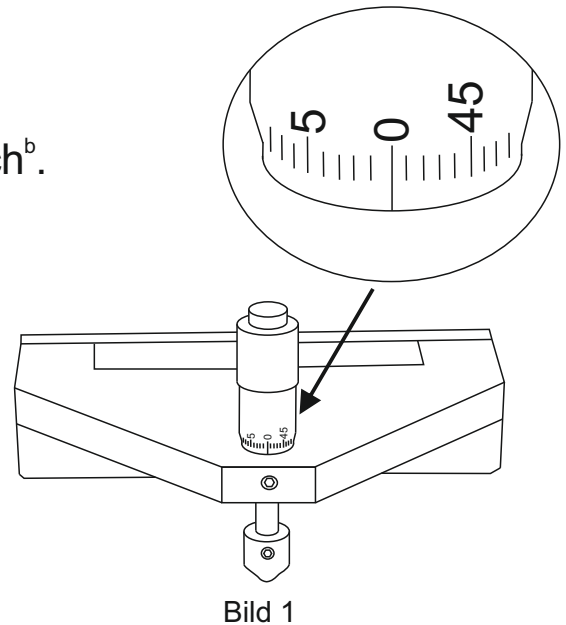

Bild 1
- 2 Nullen Sie die Mikrometerschraube (Bild 1).